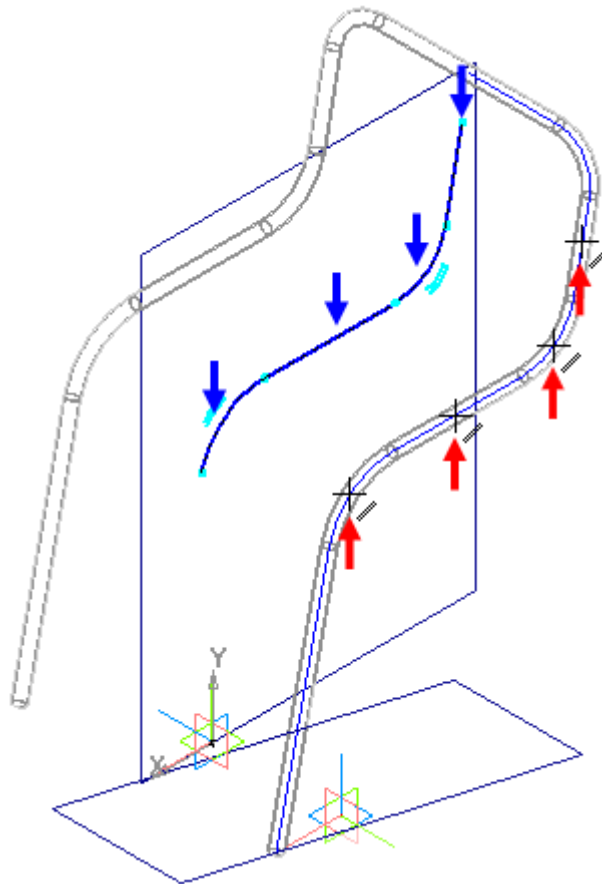

Рисунок 34.
- Укажите четыре сегмента ломаной (красные стрелки). По мере указания на вспомогательной плоскости будут появляться проекции сегментов (две дуги и два отрезка), которые и будут выполнять роль траектории (синие стрелки) (рис. 34).